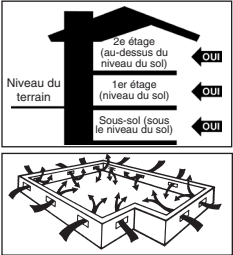

Figure 1
- Les vides sanitaires doivent se trouver à un minimum de 46 cm (18 po) entre le sol et le dessous des solives. Il est indispensable d'utiliser un pare-vapeur consistant en un tapis de sol en une pellicule de polyéthylène noire de 6 à 20 mils dont les joints se chevauchent sur 15 cm (6 po) et sont fixés au moyen de ruban adhésif résistant à l'humidité. Le pourtour du vide sanitaire doit être pourvu d'un périmètre de ventilation équivalent à 1,5 % de la surface au minimum. Ces événements doivent être correctement placés de façonà assurer une ventilation transversale (Figure 1).